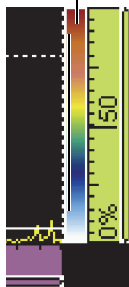

図 6-16 A-スキャンビューの右側にあるパレット
1. 振幅カラーパレットをタップして押したまま (197 ページの図 6-16 を参照)、**読み込み**を選択します。
A-スキャンビューの右側にカラーパレットのスケールが表示されます（197 ページの図 6-16 参照）。